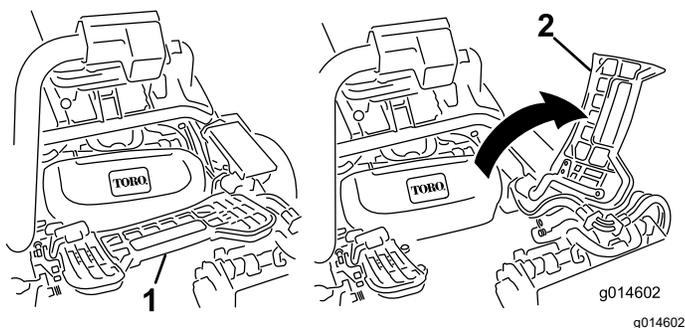

Рисунок 53
2. Поднимите и поверните вверх подножку, открывая доступ к центральному режущему блоку (Рисунок 53).